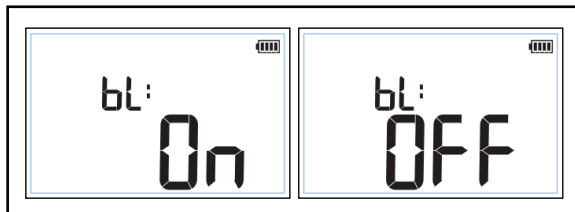

Figura 4. Configuração de luz de fundo
1. Pressione **SETUP** até que **bl:** seja exibido no visor. Veja a figura 4.